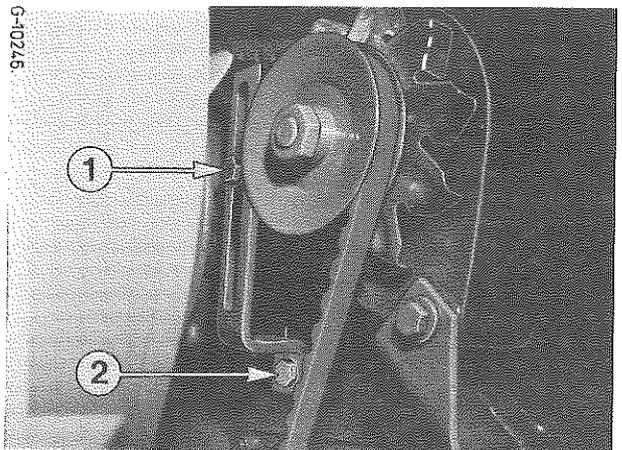

Figure 82
Le réglage de la tension s'effectue par pivotement de l'alternateur après avoir desserré le boulon de fixation (2) Fig. 82, et le boulon de réglage (1). Resserrez le boulon de réglage (1) et le boulon de fixation (2) dans cet ordre.